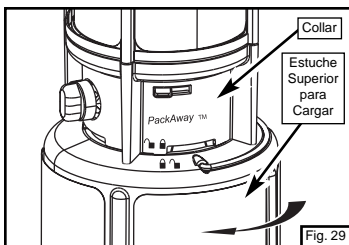

Fig. 29
- ⇒ Desenganche el estuche superior para cargar y sepárelo del collar. (Fig. 29)